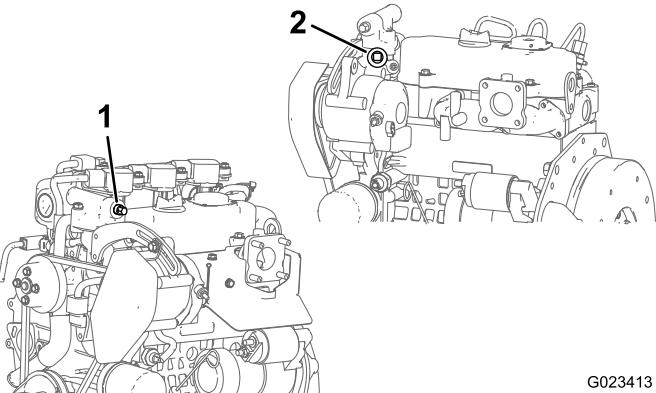

Figura 10
1. Retire o tampão ou interruptor de temperatura dependendo do tipo de motor da máquina (Figura 10).
- Para motores a gasolina: Retire o tampão na caixa do termostato e instale o encaixe recto de 5/8 pol. com um grampo de parafuso sem fim (Figura 10).
- Para motores a gasóleo: Retire o interruptor de temperatura da caixa do termostato e instale um encaixe em T (Figura 10).